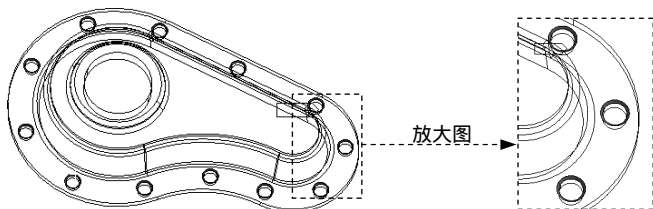

图 2.6.19 命名选择集 chamfer_surf (二)
(2) 在“Selection Name”对话框输入名称 chamfer_surf，选中 ☒ Apply geometry items of same: 单选项和 ☒ Size 复选框，单击 **OK** 按钮。
(3) 在“Outline”窗口中单击 chamfer_surf 节点，系统切换到“Worksheet”窗口，采用系统默认参数设置，单击 **Generate** 按钮。
(4) 打开 **Graphics** 选项卡，切换到几何显示界面，结果如图 2.6.19 所示。